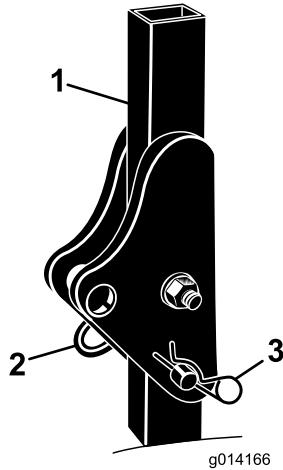

図 5
- 機体の左右で保護バーからヘアピンコッターを抜き、ピンを外す (図 5)。
- ROPS をまっすぐに立ててピンで固定し、ヘアピンコッターでロックする (図 5)。